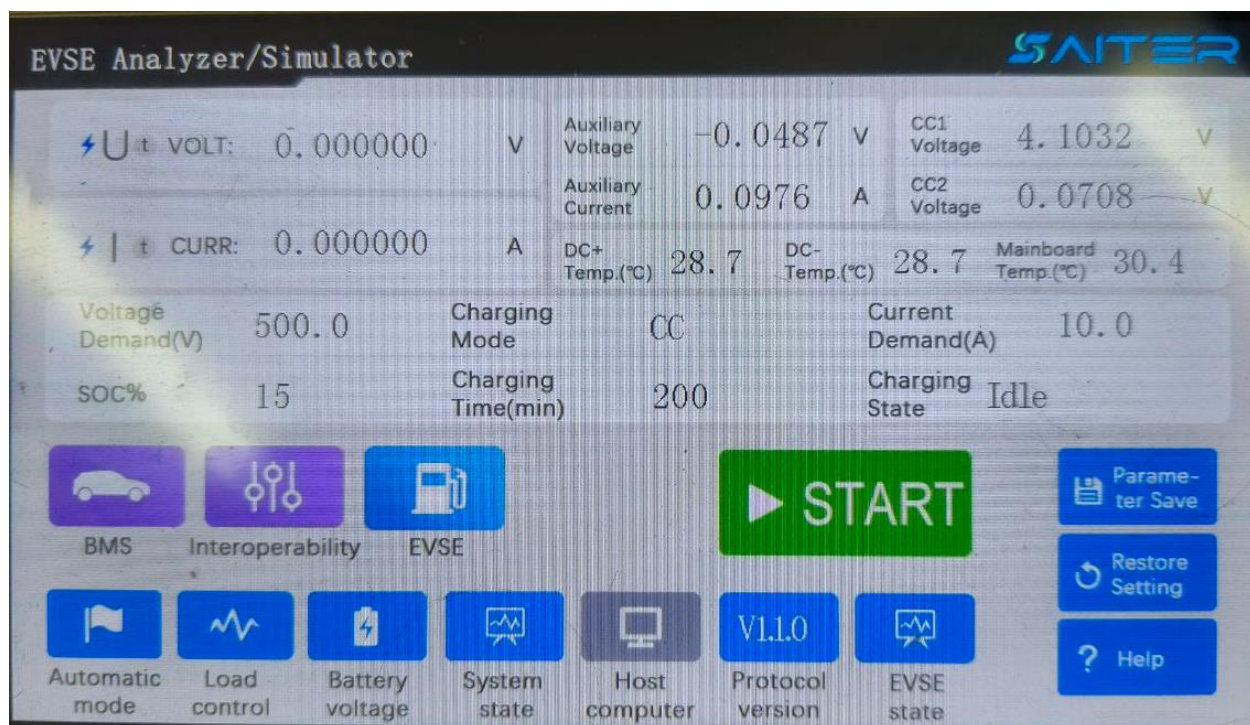

Рисунок 32. Вид экрана Анализатора GB/T
7.6. Подключить нагрузочный модуль к Анализатору GB/T. Включить Анализатор GB/T и нагрузочный модуль. Выставить на Анализаторе GB/T параметры зарядной сессии: требуемый ток 10 А (поле «Current Demand»); требуемое напряжение 500 В (поле «Voltage Demand»); 15% текущей зарядки аккумуляторов (поле «SOC%») (рисунок 32), настроить автоматическое начало зарядной сессии (нажать кнопки «Automatic mode» и «Load control»).